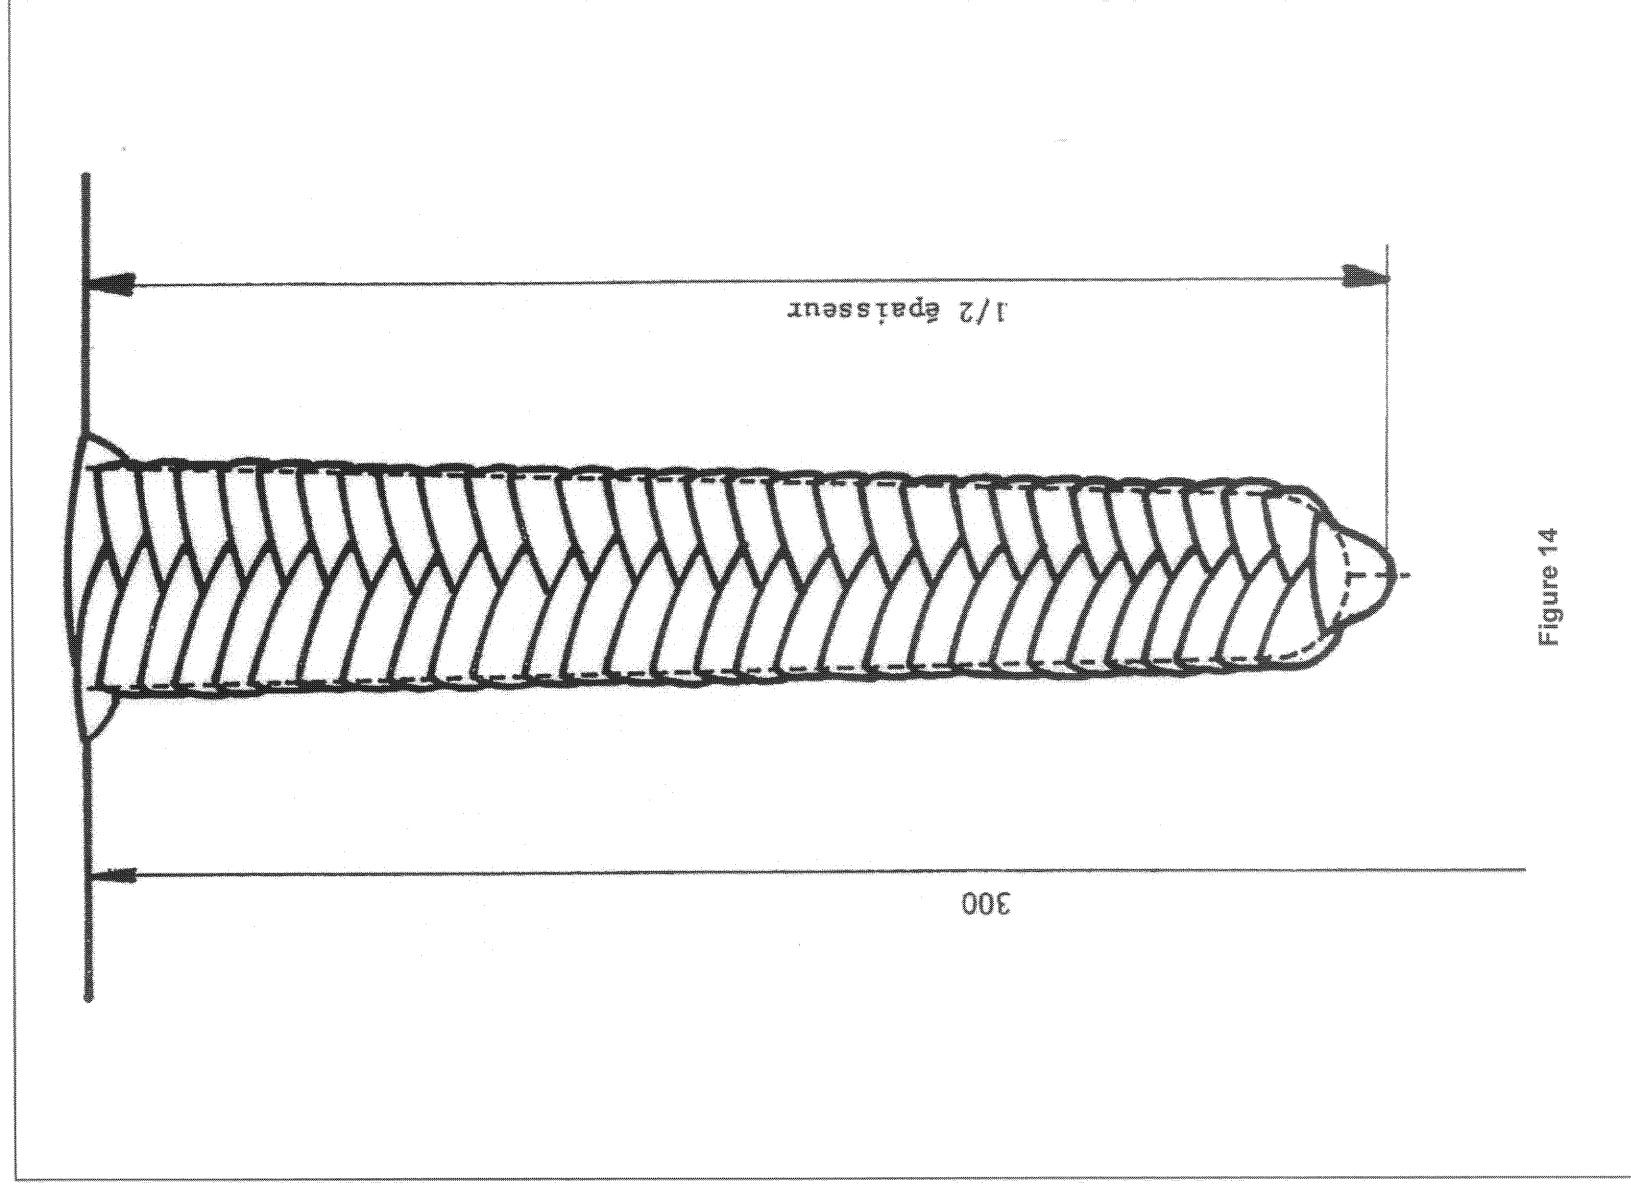

Figure 14
- Par la pièce elle-même (fig.14).